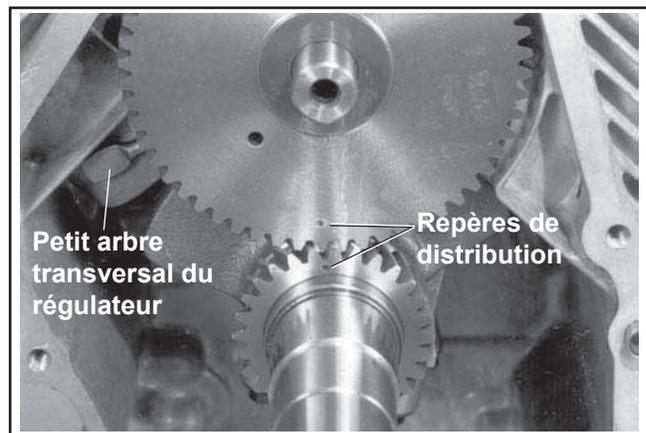

Figure 11-13. Alignement des repères de distribution de l'arbre moteur et de l'arbre à cames.
3. Tourner le petit arbre transversal du régulateur dans le sens des aiguilles d'une montre jusqu'à ce que son extrémité inférieure repose contre le cylindre. Vérifier que le petit arbre transversal reste sur cette position pendant l'installation de l'arbre à cames. Voir la Figure 11-13.
4. Glisser l'arbre à cames sur la surface des coussinets du carter moteur en plaçant le repère de distribution de l'engrenage de l'arbre à cames à la position 6 heures. Vérifier que les repères de l'engrenage de l'arbre à cames et de celui de l'arbre moteur sont bien alignés avec les repères de distribution. Voir la Figure 11-13.
- S'assurer que l'extrémité du petit arbre transversal du régulateur se pose contre le fond du cylindre 1 dans le carter moteur. Voir la Figure 11-13.